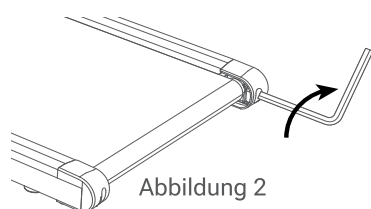

Abbildung 2
- Wenn das Laufband nach rechts verrutscht ist, drehen Sie die Schraube der rechten Tragrolle mit dem Sechskantschlüssel um $\frac{1}{4}$ Umdrehung im Uhrzeigersinn (siehe Abbildung 2).